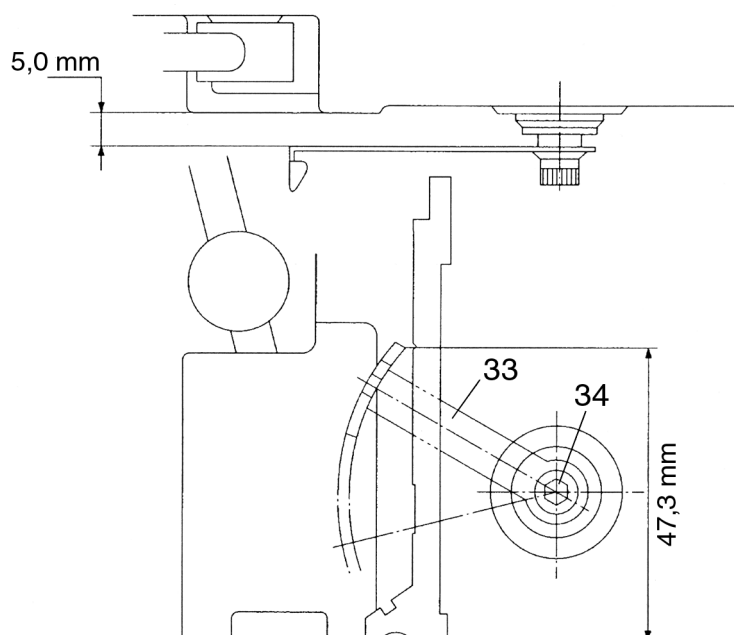

Рис. 47
- Перемещайте отцепной палец 29 вперед и назад, до тех пор, пока он не займет положение, показанное на рис. 47.
Если нитеводитель петлителя 33 находится в самом верхнем положении, его расстояние от внутренней поверхности плиты основания должно составлять 47,3 мм (рис. 47).